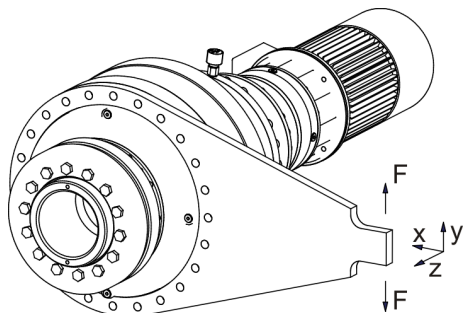

Fig. 37: Ingranaggio con supporto coppia
1. ➤ Se nell'ingranaggio viene annesso un supporto coppia (Fig. 37), lo stesso deve essere liberamente spostabile in direzione dell'asse x e dell'asse z. In direzione dell'asse y deve essere osservata una mobilità di 0,5 – 1 mm.